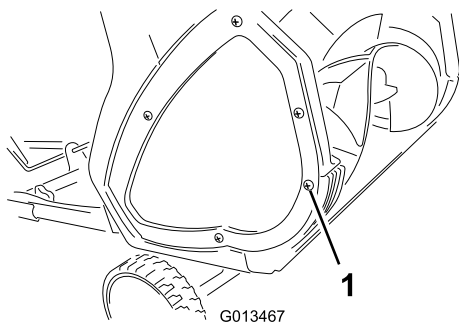
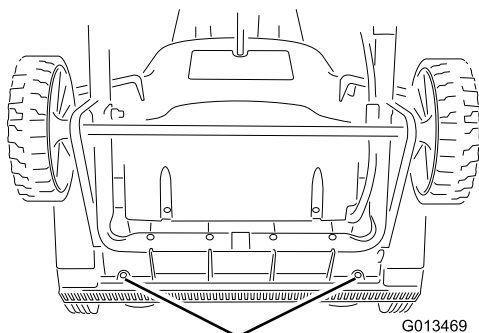

Figura 13
Figura 14
1. Togliete la vite da ogni piastra laterale che fissa il raschiatore (Figura 13) e le 2 viti sotto la macchina (Figura 14) che fissano il raschiatore alla macchina.